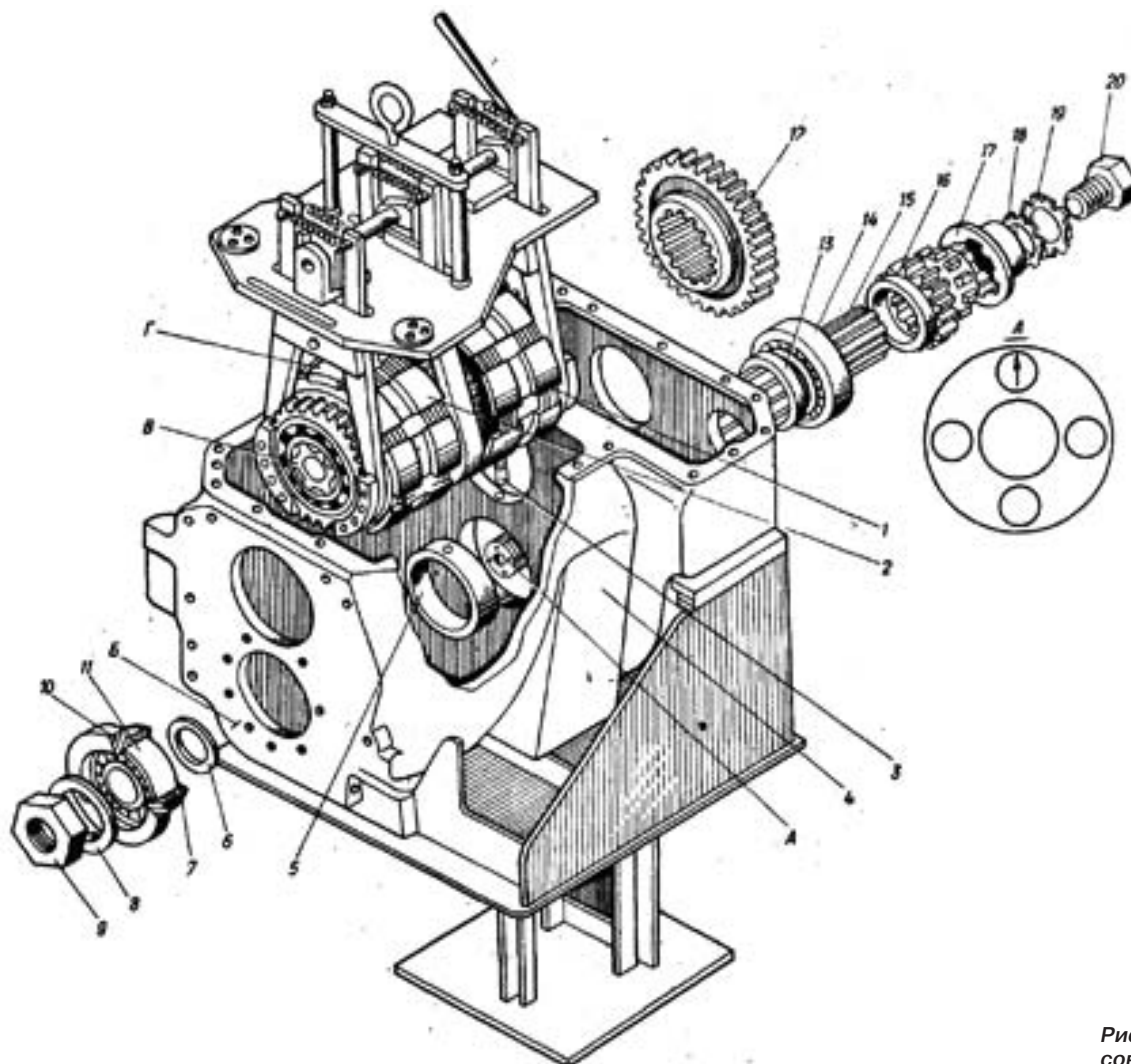

Рис. 2. Установка вторичного вала и гидроподжимных муфт:
Установите в корпус 4 (рис. 2) стакан 5.
На гидроподжимных муфтах совместить шлицы втулок и барабана, для чего можно воспользоваться оправкой эскиз которой приведен на рис. 3 или технологическим валом. Установить на стакан 5 (рис. 2) шайбу 151.37.223 (13), а затем гидроподжимную муфту 151.37.011 с шестерней $Z = 32$ внизу и двумя стрелками направленными по ходу трактора и расположенными наружу. Вторую гидроподжимную муфту ставят большей шестерней вниз и одной стрелкой совмещенной с двумя на первом барабане. После установки обеих гидроподжимных муфт проверьте совпадение шлицов барабанов и втулок.